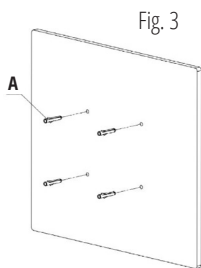
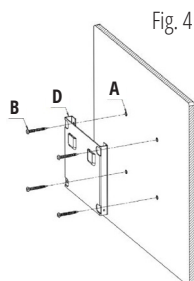

Fig. 3
Fig. 4
**PASO 2. FIJAR LA CAJA DE PARED.** Como se muestra en las Fig. 3 y Fig. 4, instale el soporte de pared.
Coloque la caja de pared en el soporte de pared D, como se muestra en la Fig. 4.